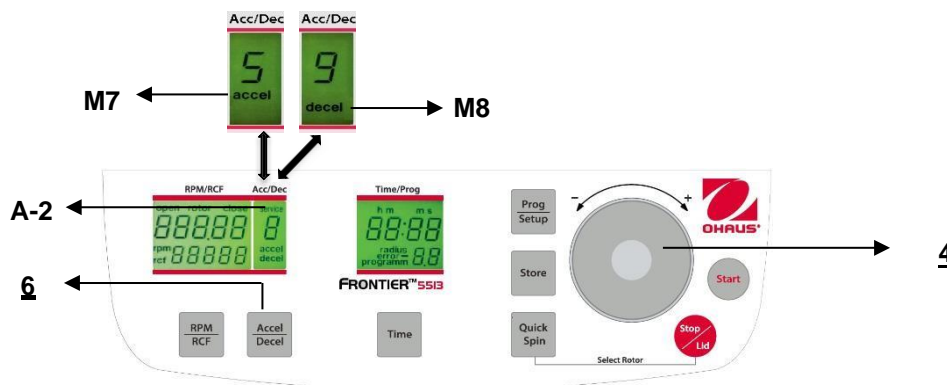

Figure. 15
Se reporter à la figure 15 ci-dessous pour référence.
Le couvercle ne doit être que très légèrement abaissé. Un verrouillage électromagnétique du couvercle le referme et simultanément, le mot **"open"** (M2) disparaît (voir la figure 15).
Cette fonction est activée avec la touche "**Accel/Decel**" (6) (voir la figure 15).